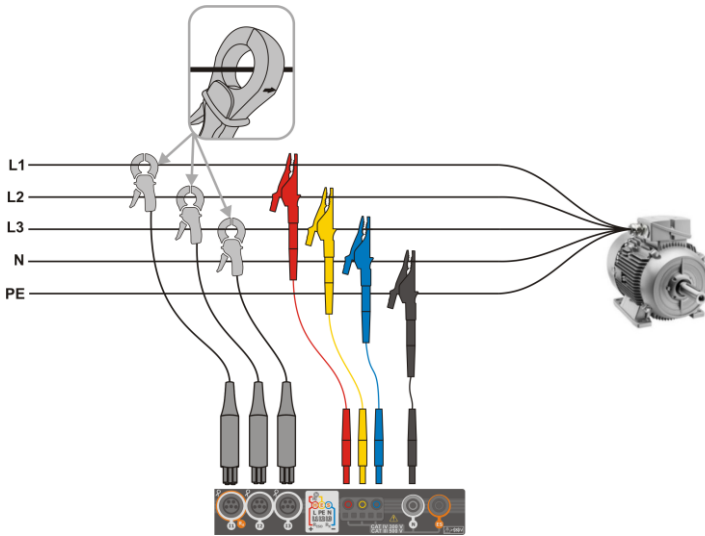

Fig. 5.5 Esquema de conexión – sistema trifásico con cuatro conductores de trabajo
- trifásica de 4 hilos (Fig. 5.5),